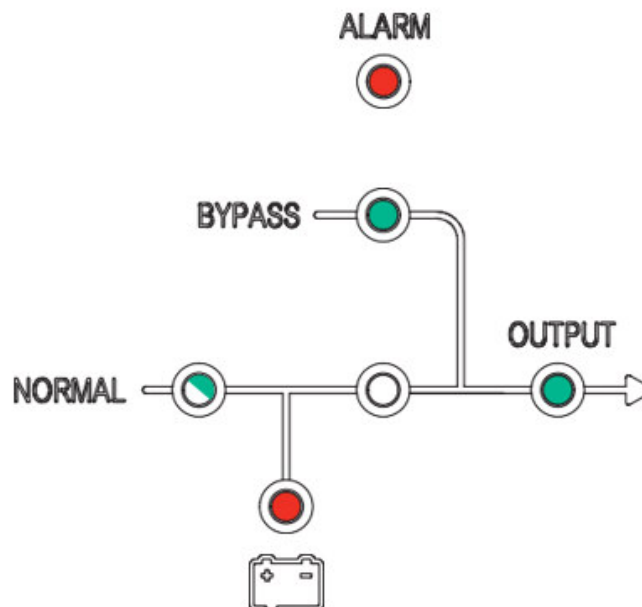

Рисунок 12-2. Запуск ИБП нормальном режиме. Этап 4
4. Установите переключатель входа UIB в положение ВКЛ (замкнут). Выпрямитель плавно стартует, и светодиоды в пользовательском интерфейсе будут выглядеть следующим образом (Рисунок 12-2):